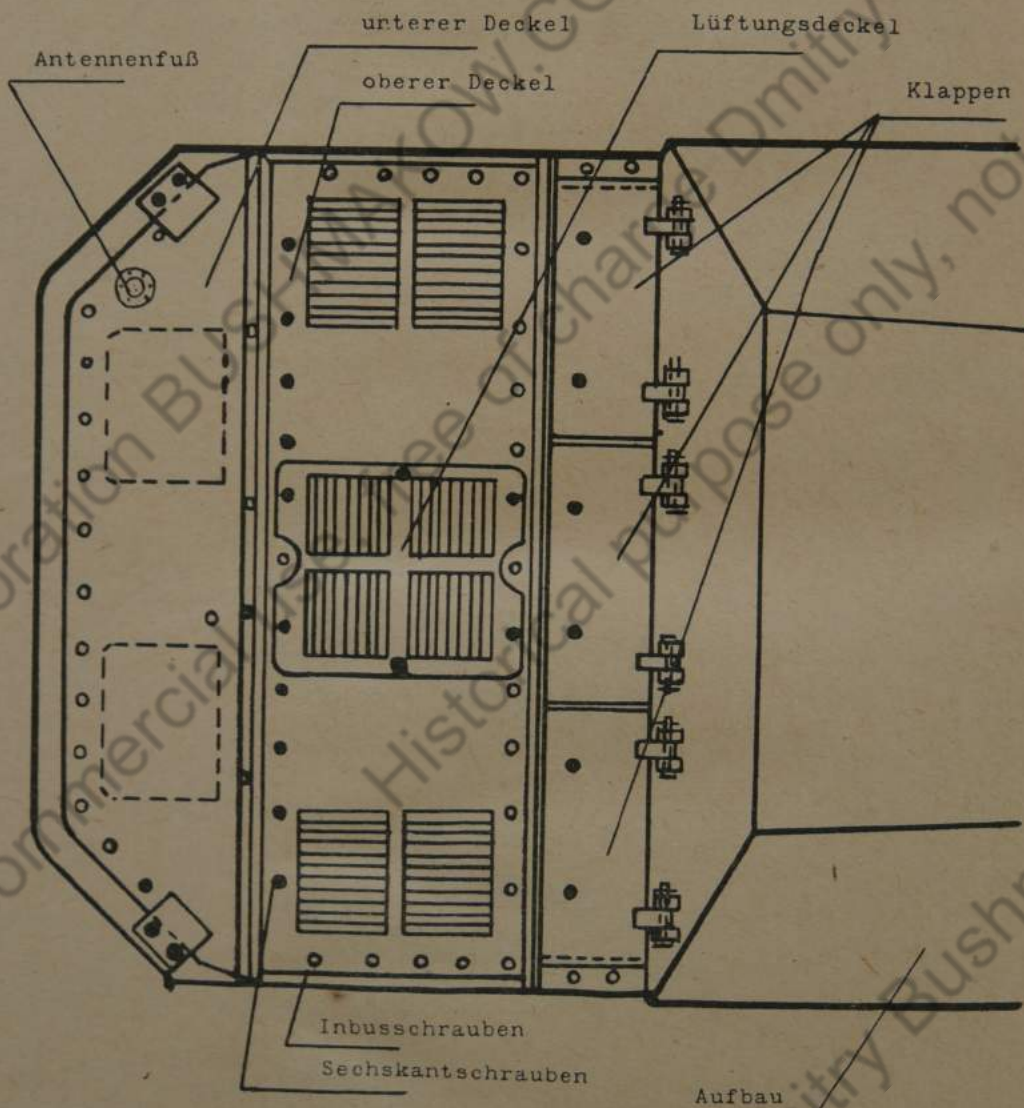

Bild 77 Abbau der Deckel (Grätings)
6. Abbau der Klappen für Kraftstoffzufüllstutzen und der mittleren Lüftungsdeckel (Grätings), Bild 77.